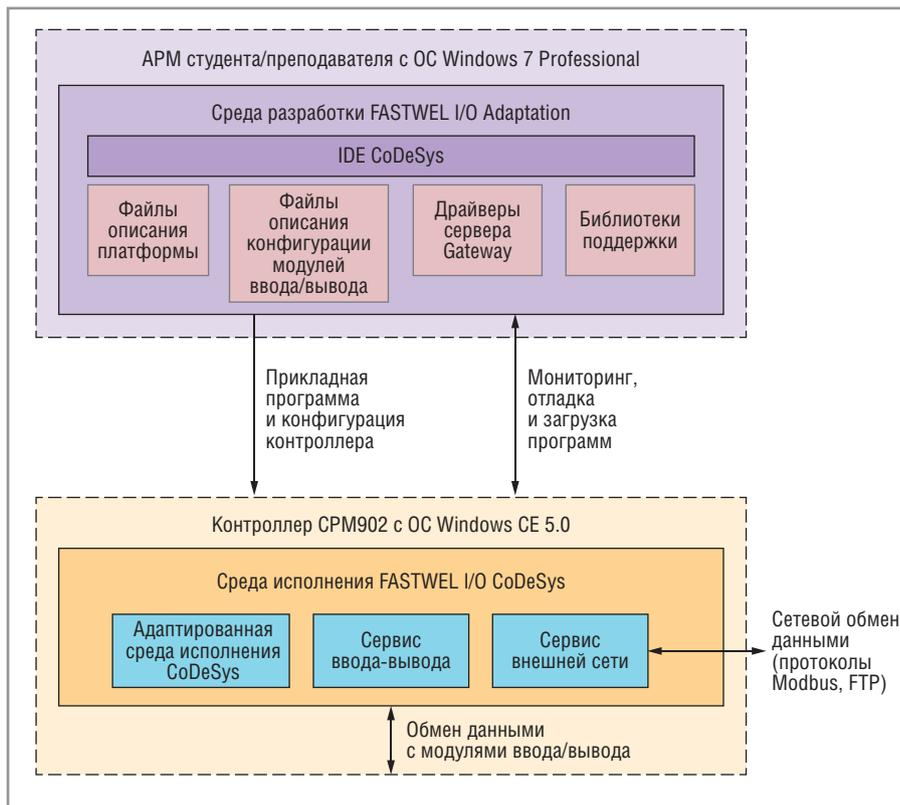

Рис. 9. Структурная схема комплекса программ FASTWEL I/O CoDeSys
**Пакет адаптации среды разработки прикладных программ FASTWEL I/O CoDeSys.** Структура программного обеспечения FASTWEL I/O CoDeSys отображена на рис. 9. В состав ПО FASTWEL I/O CoDeSys входят: